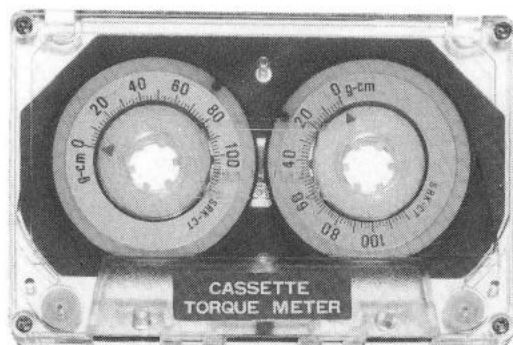

Fig. 2
4. Friktiekoppeling 51, Fig. 2
4. Couple de friction 51, Fig. 2
4. Rutschkupplung 51, Abb. 2
4. Coppia di frizione 51, Fig. 2